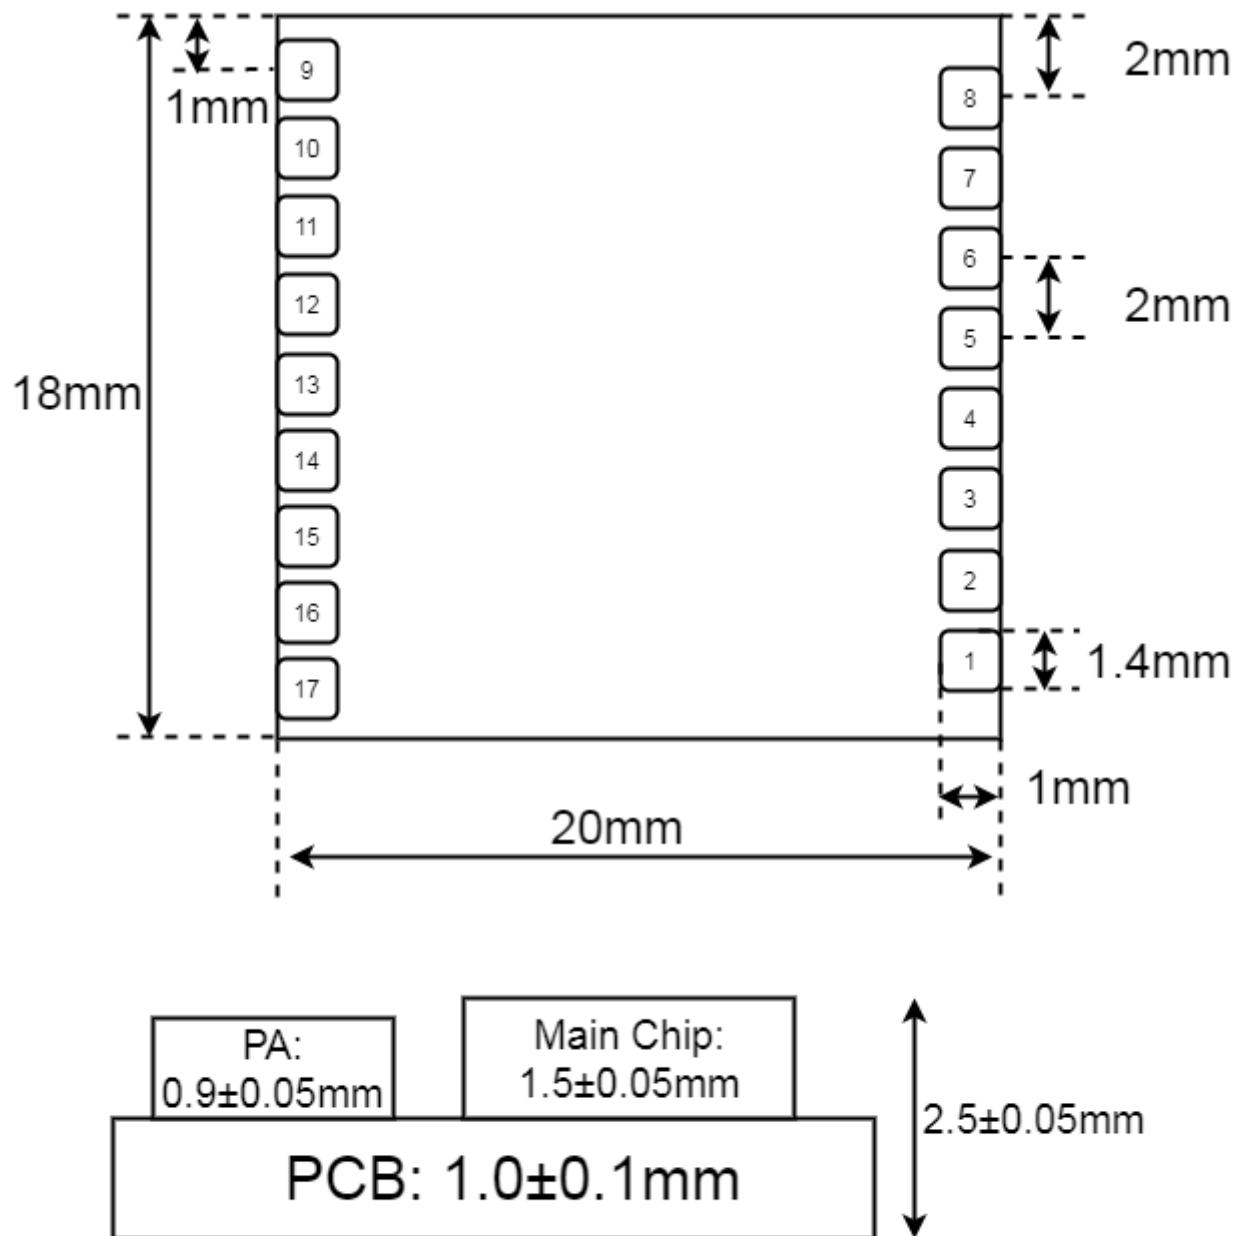
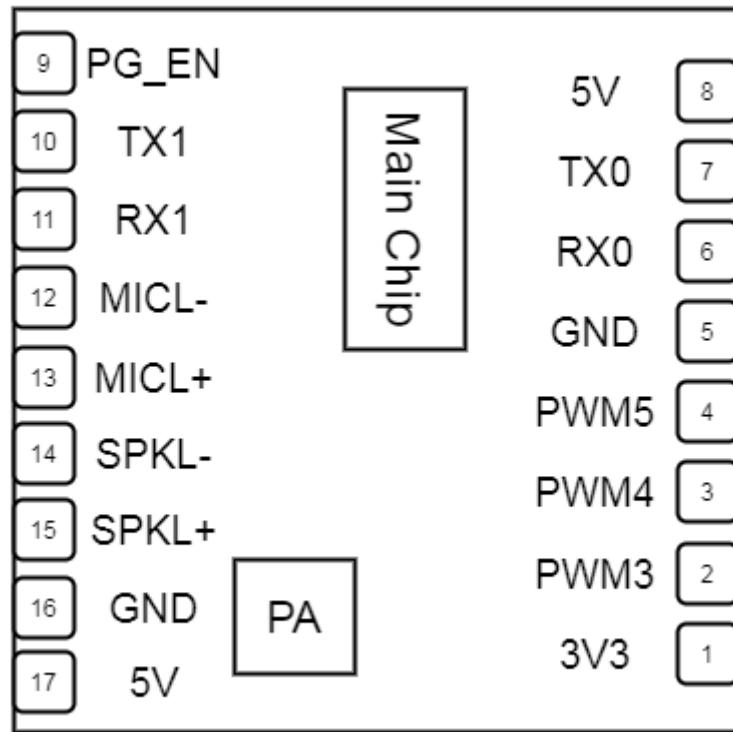

图5 模块尺寸图
图6 模块引脚图
如图5所示，用户可根据此尺寸设计结构。
- 底板请在串口电路串接100欧电阻，若为5V电平信号，需在串口增加上拉10k电阻到5v电源。UART0接口可用于模块固件升级，底板上请设计对应的插针方便后续升级；UART1接口与主控MCU通讯，PWM信号主要应用于灯控和红外控制信号的收发，引脚顺序请参考图5和图6。本模块的所有UART接口均可配置为GPIO口。